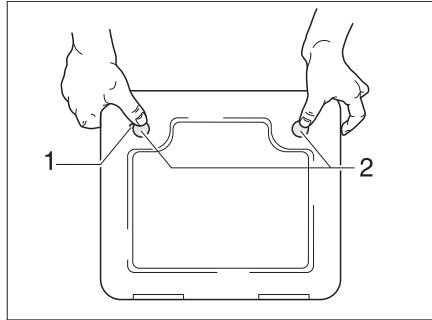

Fig. 354 Trampilla para el inodoro cassette
- Abrir la trampilla para el cassette en el exterior del vehículo. Para esto, introducir la llave en el cilindro de cierre del cierre a presión (Fig. 354,1) y girarla un cuarto de vuelta.
- Presionar ambos cierres a presión (Fig. 354,2) al mismo tiempo con el pulgar y abrir la trampilla para el cassette.